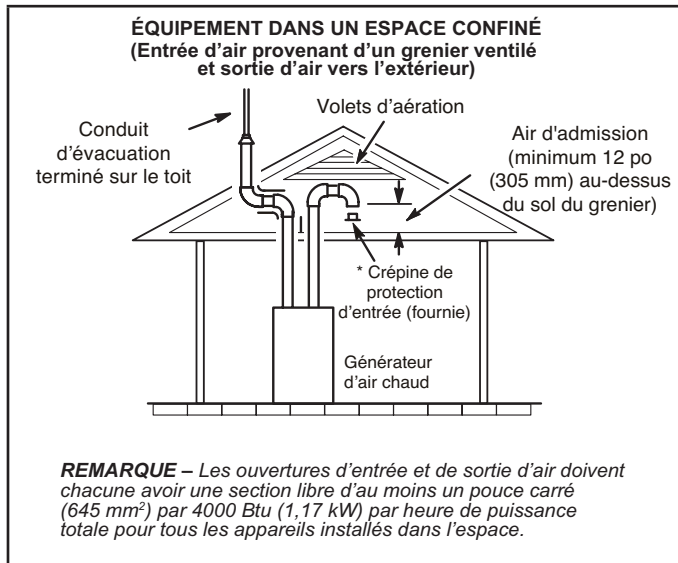
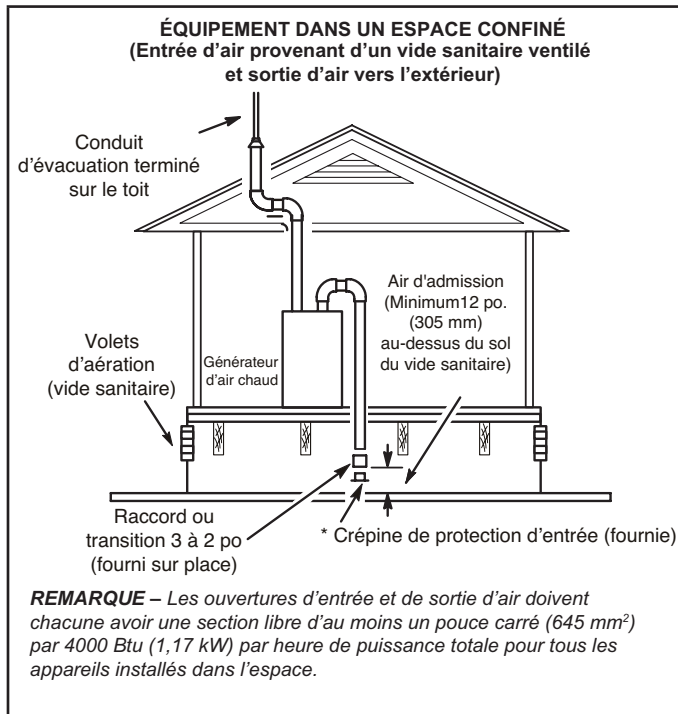

Figure 28
Figure 29
- 2 - Si l'air d'admission est aspiré d'un d'un grenier ventilé (Figure 28) ou d'un vide sanitaire ventilé (Figure 29), la longueur de l'évacuation ne doit pas dépasser celle indiquée au Tableau 6. Si un tuyau de 3 po de diamètre est utilisé, le réduire à 2 po de diamètre pour pouvoir installer la crépine anti-résidus.